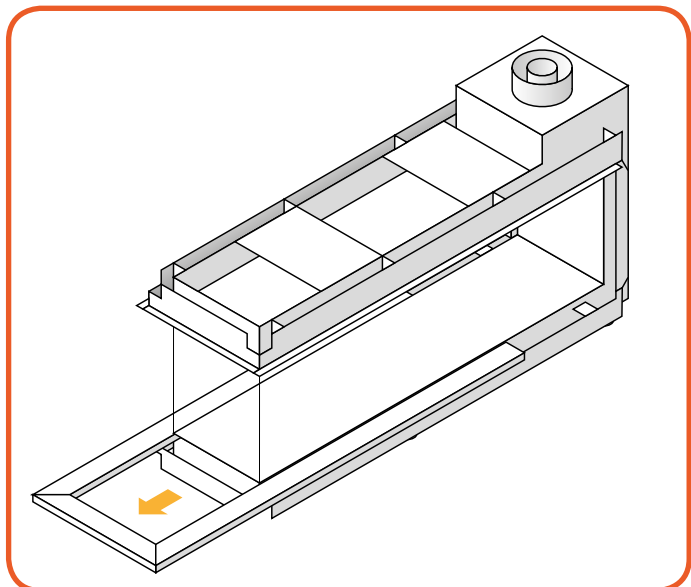

Figura 10.3 - Rimozione della finitura inferiore
- Dopodiché, rimuovere la finitura inferiore (*Figura 10.3*).